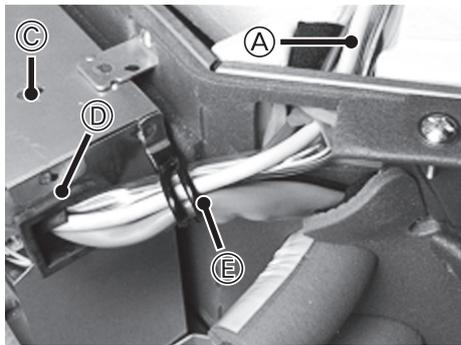

Fig. 4-3
- 将无线连接电缆穿过电子元件盒的套管，然后将此电缆连接至室内控制板的CN90。（Fig. 4-3）